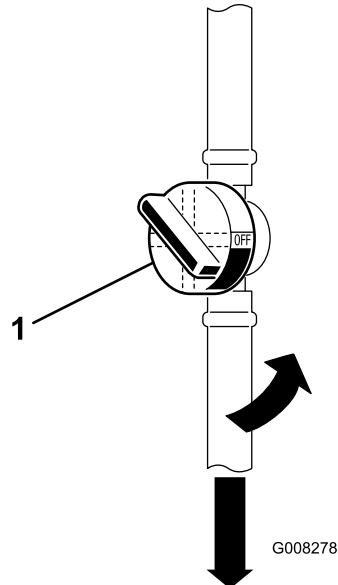

Figura 31
5. Cierre la válvula de cierre de combustible (Figura 31).
7. Apriete los extremos de las abrazaderas y deslícelas por el tubo alejándolas del filtro de combustible usado (Figura 31).